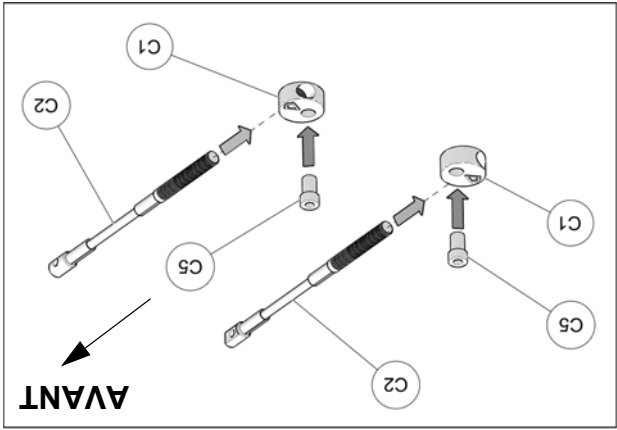

Fig. 25
15. Assembler les câbles des limiteurs de conduite (C2), les disques en aluminium (C1) et les bagues espacateurs (C5) tel que montré à la Fig. 25